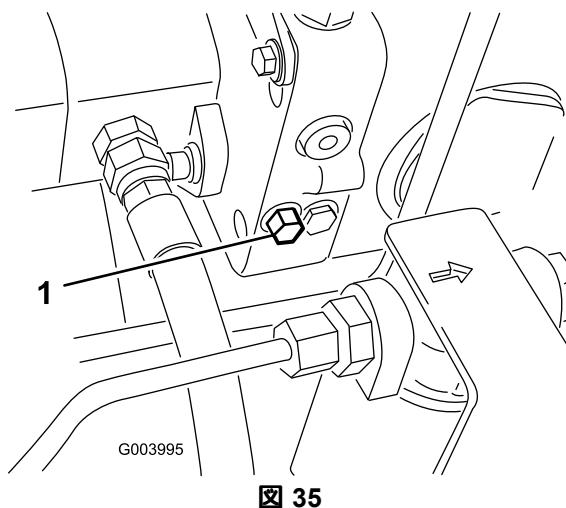

図 35
1. バイパスバルブはハイドロスタットの左側にある 図 35。ボルトを右または左に11.5回転させると内部でバイパスが形成される。